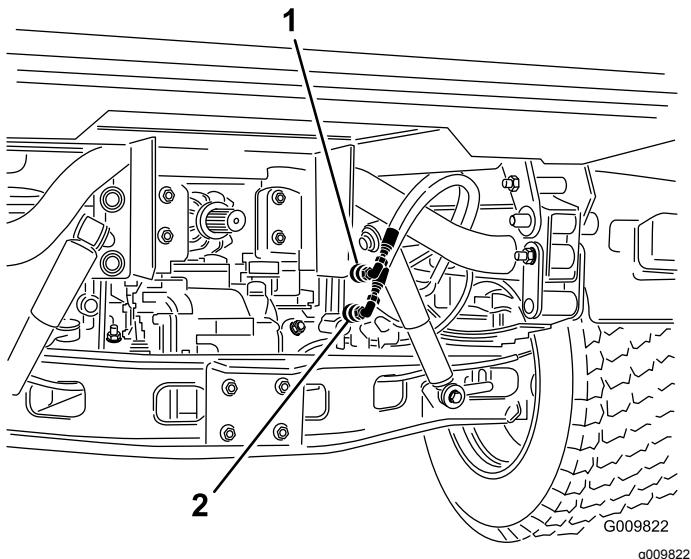

Figura 65
2. En ambas máquinas, desconecte las dos mangueras de acoplamiento rápido de las mangueras que están conectadas al soporte de acoplamiento (Figura 65).